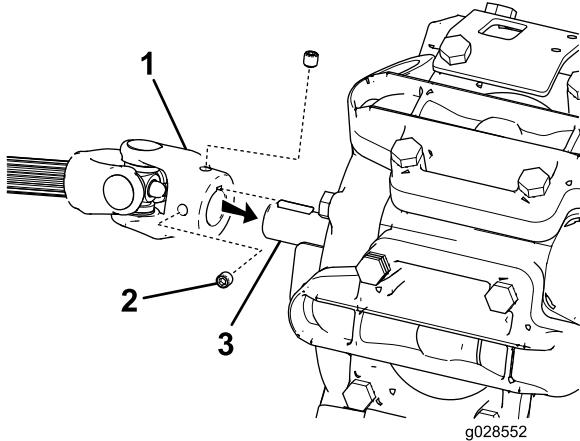

Bild 4
3. Entfernen Sie die zwei Stellschrauben am Zapfwellenende (Bild 4).
2. Stellschraube (2)
5. Fluchten Sie den Schlitz in der Kupplung der Zapfwellenende mit dem Federkeil aus und schieben das Ende der Zapfwellenende auf die Welle der Sprühfahrzeugpumpe (**Bild 4**).